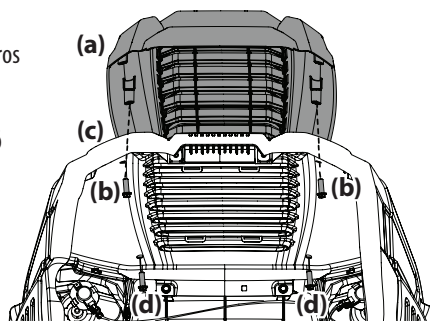

Figura 5
2. Asegure la tapa del capó atornillada (a) desde abajo, ajuste a mano los tornillos (b) que están en la mitad trasera del capó y luego apriete los tornillos con firmeza. Consulte la Figura 5.
3. Con los tornillos traseros en su lugar, alinee los orificios de la tapa del capó (a) con los orificios del capó (c) y fije en su lugar con los restantes dos tornillos (d). Consulte la Figura 5.